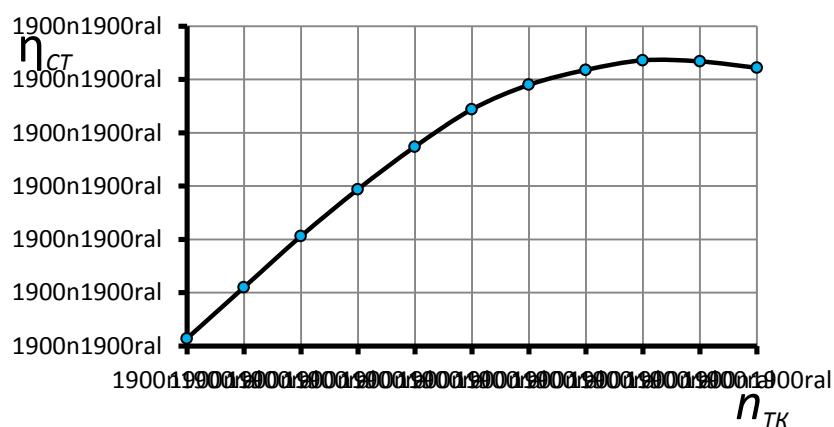

Рис. 7.2. Зависимость коэффициента полезного действия свободной турбины от частоты вращения ротора турбокомпрессора
2. При определении работы свободной турбины её коэффициент полезного действия η_{ct} следует определять по рис. 7.2.